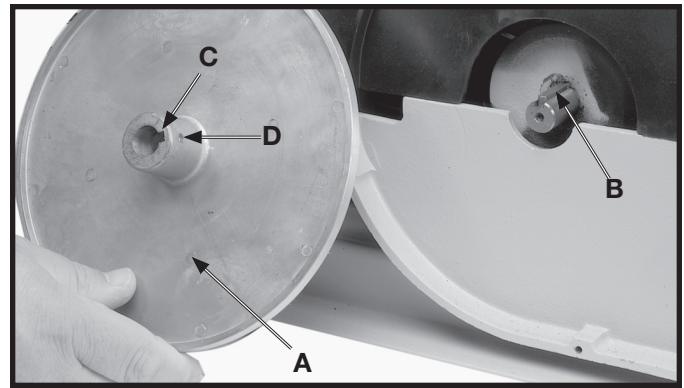
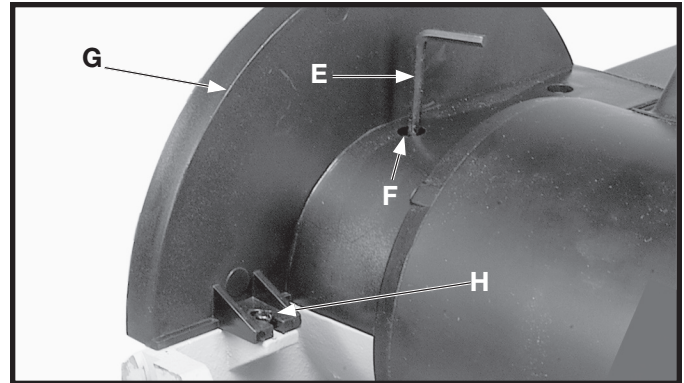

Fig. 9
Fig. 10
2. Assembler la plaque support d'abrasif (A) fig. 9, à l'arbre du moteur à l'aide de la clé (B) insérée dans la rainure à clavette (C) du moyeu du disque abrasif.
3. Pivoter le disque abrasif jusqu'à ce que la vis de blocage (D) fig. 9, soit en position verticale. Par le trou (F) fig. 10, insérer la clé Allen de 2,5 mm (E) fig. 10, puis serrer la vis de blocage du disque abrasif (D) fig. 9.
4. Régler le dispositif de protection de la ponceuse à disque de sorte que la lèvre (G) fig. 10, couvre le bord externe du disque abrasif puis serrer les deux vis à tête cylindrique bombée M4 x 0,07 x 10 mm dont une est illustré en (H) qui retiennent le dispositif à la base.